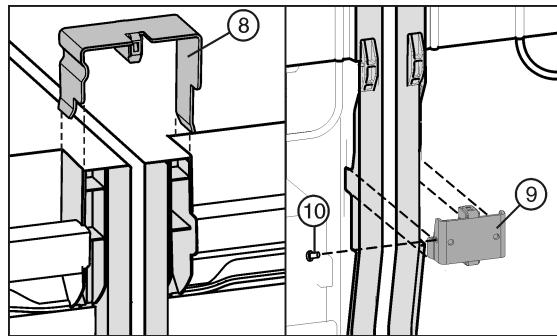

Fig. 25
- ▶ Enficher la pince de jonction Fig. 25 (8) en haut sur les parois latérales du milieu.
- ▶ Mettre en place le coude de jonction Fig. 25 (9) en bas dans l'évidement approprié.
- ▶ Si le coude de jonction est un peu branlant, visser la vis Fig. 25 (10).